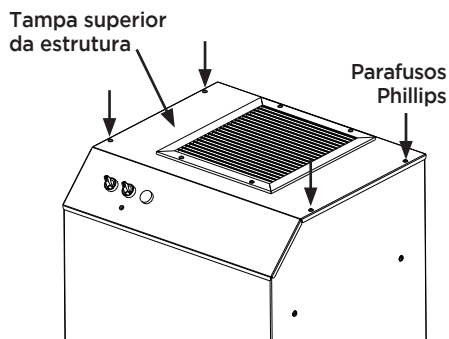

Fig. 11 - Retirar tampa superior da unidade
- Com uma chave Phillips solte os quatros parafusos que fixam a tampa superior da unidade. Cuidadosamente retire a tampa superior da estrutura (Fig. 11).